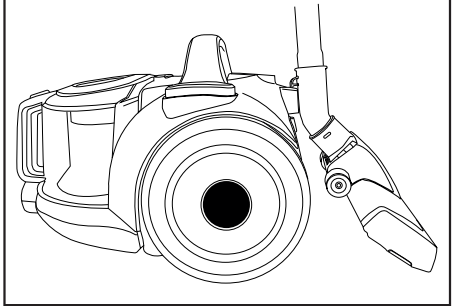

Fig. 3
- Desacoplar el depósito polvo del aparato. (Fig.3).